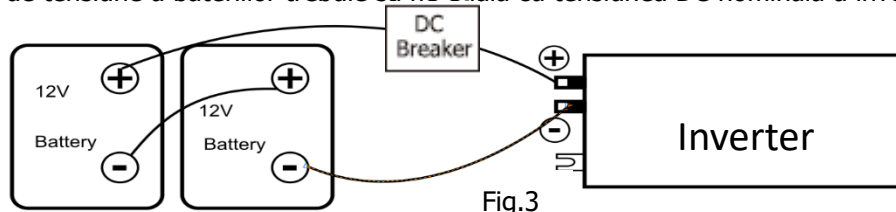

Fig.3
2) Conectarea in serie a mai multor baterii (Fig.3): toate bateriile trebuie sa aiba aceeasi tensiune (V) si amperaj (Ah). Suma valorilor de tensiune a bateriilor trebuie sa fie egala cu tensiunea DC nominala a invertorului.